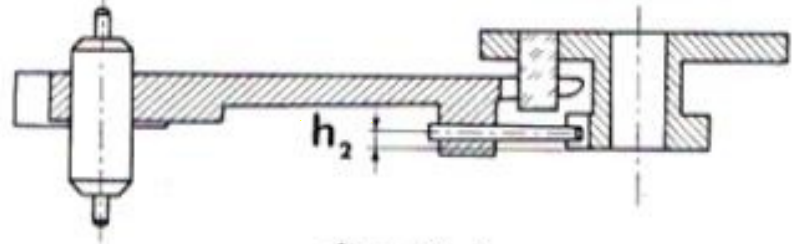

fig. 12-5
2. Posición h_2 entre el dardo y el pequeño platillo, fig.12-5.